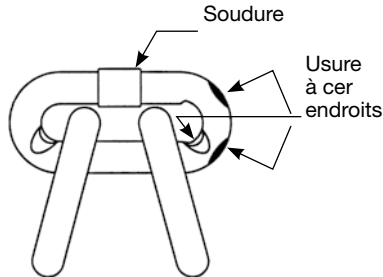

Figure 6 - Inspection de la chaîne
- La chaîne pour détecter une élongation ou une usure excessive (Voir les Figures 6 et 7 à page 7).